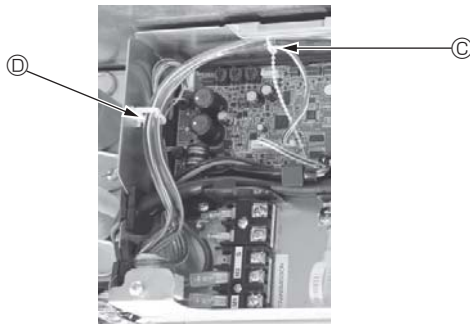

Fig. 5-15
- i-See sensör ve sinyal alıcı bağlantı kablolarının fazla kısımlarını şemada gösterildiği gibi elektrikli aksam kutusunda kablo kısıracına yerleştirin ve kabloları hep beraber tespit malzemesi ile tespit edin. (Fig. 5-15)